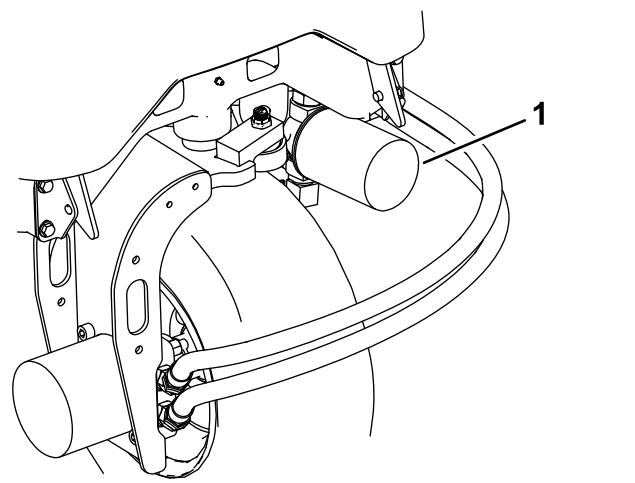
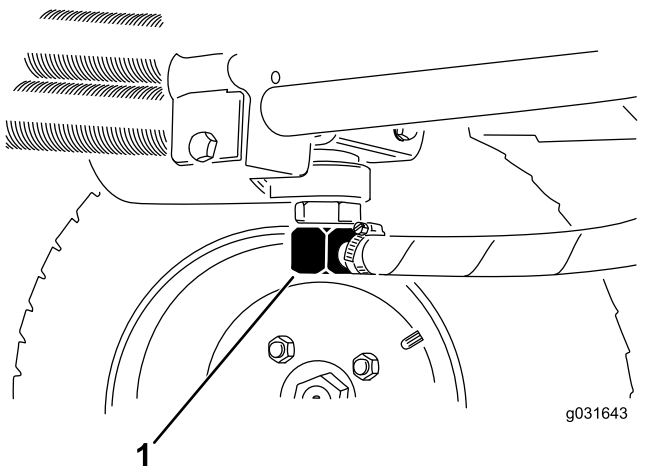

Figure 63
Figure 64
3. Nettoyez la surface autour de la zone de montage du filtre et déposez le filtre (Figure 63).
2. Débranchez la conduite hydraulique ou enlevez le filtre hydraulique et laissez couler l'huile dans un bac de vidange (Figure 63 et Figure 64).
3. Rebranchez la conduite hydraulique quand la vidange est terminée (Figure 64).